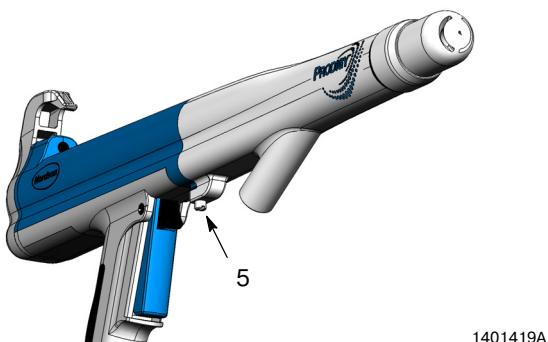

Рис. 2 Ослабление установочного винта переходника
- См. рис. 2. Ослабить установочный винт (5) в нижней части переходника.